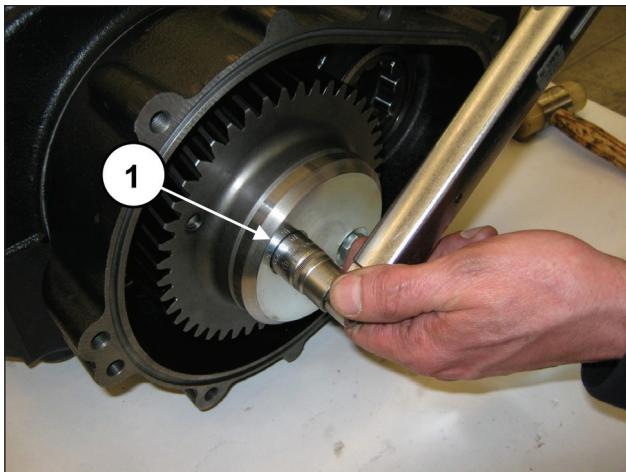

Fig. 79
Serrer les vis à l'aide d'une clé dynamométrique, en suivant les indications du chapitre 3 (rep. ①, Fig. 79).